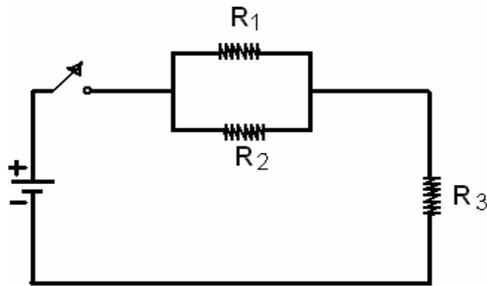

Figura 1.3: Circuito com resistores
- Monte o circuito da figura 1.3 e alimente-o, ligando os bornes da fonte nos pontos 1 e 2 da placa de circuito;
- Escolha para a medida a resistência R3 do circuito da figura 1.3 e meça a diferença de potencial quando o cursor da fonte estiver nas posições A, B e C. Coloque o resultado na folha de dados e desligue a fonte de tensão.